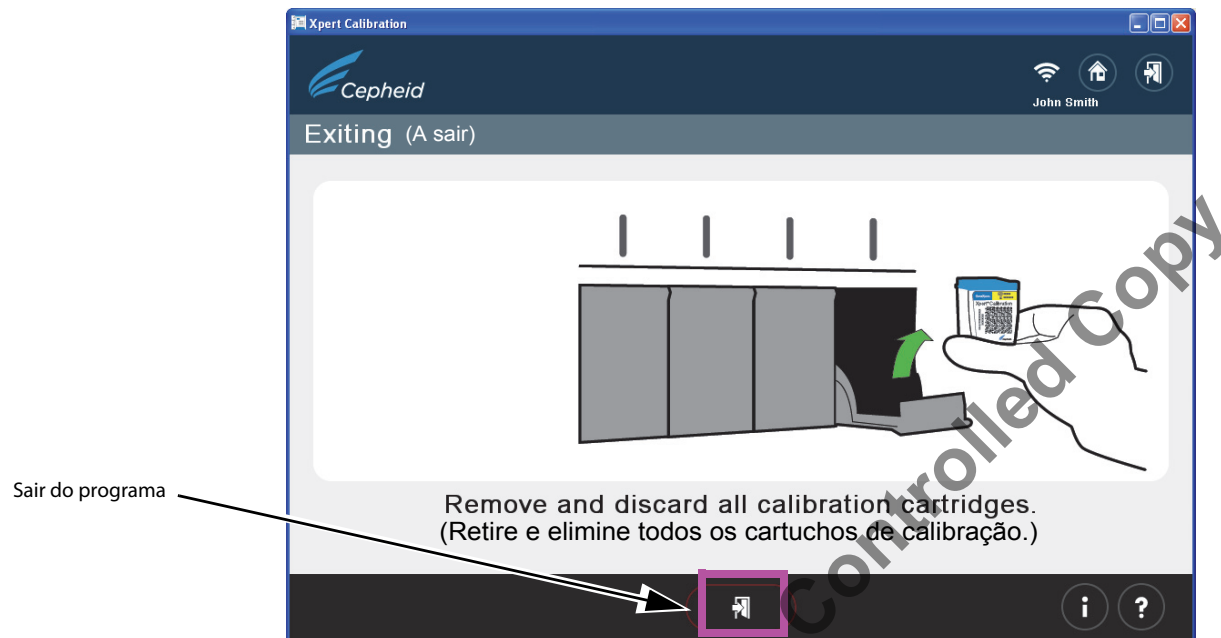

Figura 26. Ecrã Exiting (A sair)
23. Retire e elimine todos os cartuchos de calibração. Não guarde kits parciais (todos os cartuchos não usados têm de ser eliminados). Depois de ter sido concluído, clique no ícone Exit (Sair) na parte inferior do ecrã para sair do programa. Consulte Figura 26.